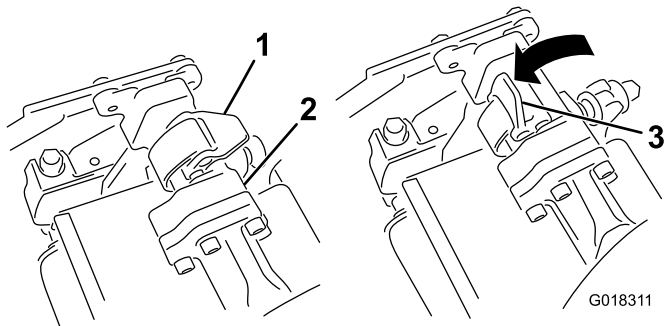
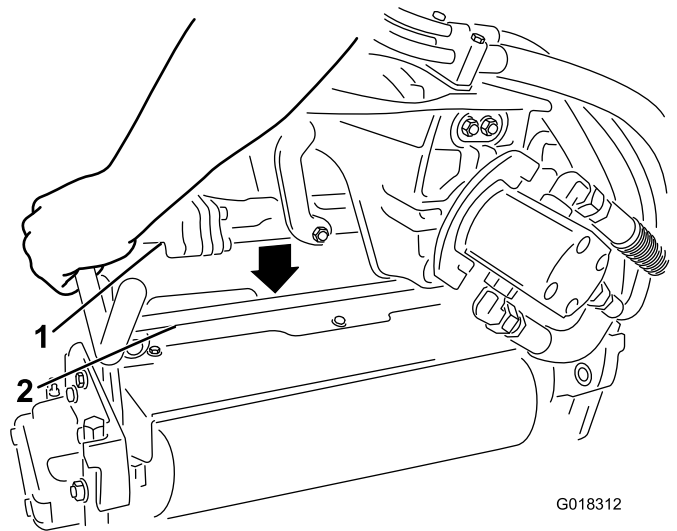

Figura 1
Figura 2
2. Com os fechos na barra do braço de suspensão na posição Open (abertos) (Figura 1), empurre o braço de suspensão para baixo de forma a que a barra passe pela barra através da parte superior da unidade arranca-grampos (Figura 2).
3. Mova os fechos para a posição Closed (fechados) para bloquear a unidade arranca-grampos no sítio (Figura 1).